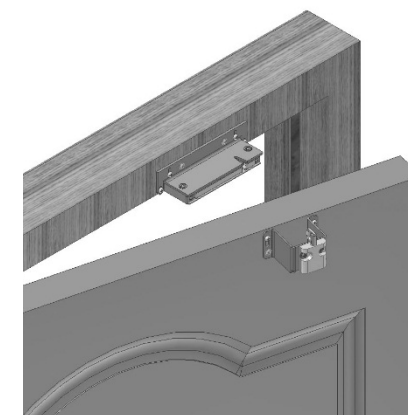

Рисунок 4 - Установка замка на дверь, открывающуюся вовнутрь
- **МК AL-250UZ** Монтажный комплект для установки замка на двери, открывающиеся вовнутрь (рисунок 4);